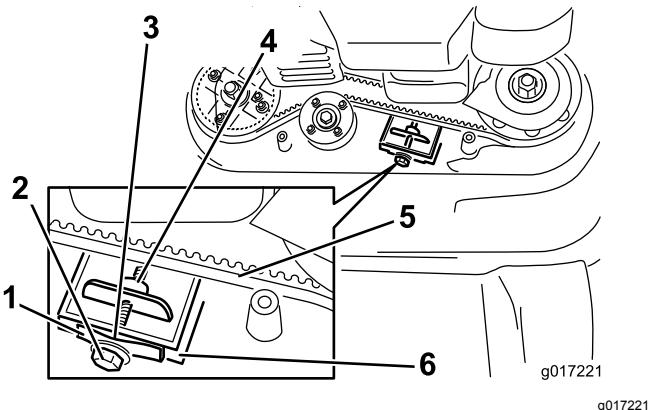

Figura 39
**Nota:** Si hay un espacio visible entre la galga y el muelle, apriete el perno de ajuste y la contratuerca hasta que el papel apenas pueda deslizarse libremente por el espacio (Figura 39).